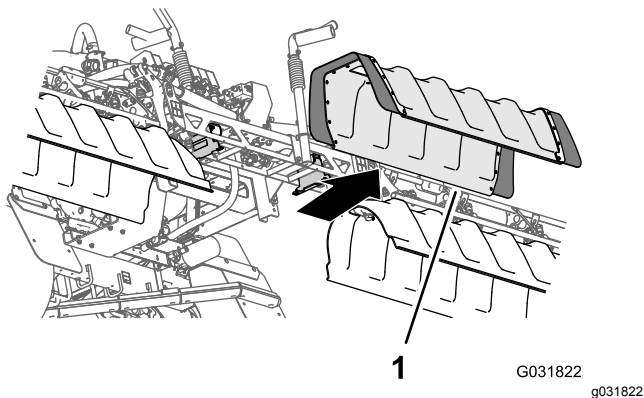

Figura 40
2. Remova a cobertura da secção central da máquina (Figura 40).